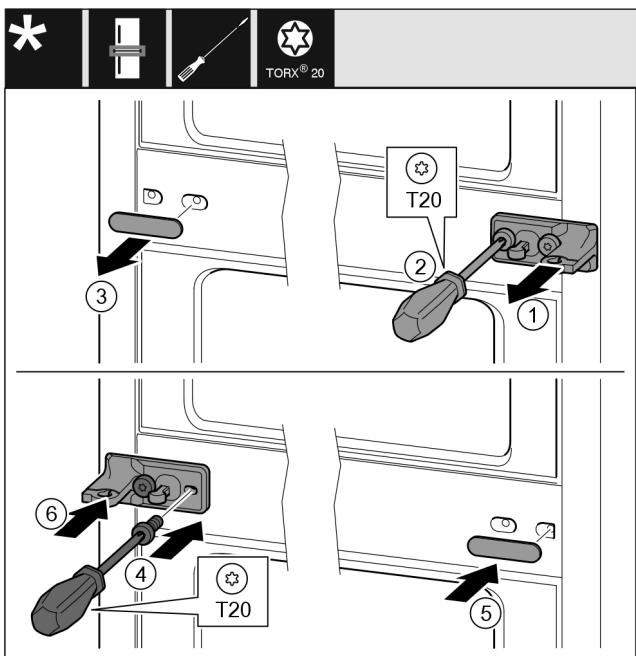

Fig. 35
- ▶ 拆下垫片 Fig. 35 (1)。
- ▶ 用螺丝刀将螺钉 Fig. 35 (2)旋开。
- ▶ 小心拆下盖板 Fig. 35 (3)。
- ▶ 将带薄膜的托架 Fig. 35 (4)旋转 180° 至另一侧拧紧。
- ▶ 将盖板 Fig. 35 (5)旋转 180° 至另一侧装上。
- ▶ 从前面推入垫片 Fig. 35 (6)。